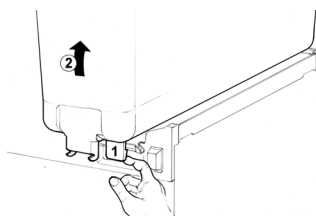

figure 1
**2** Enlever le réservoir vide en le levant du côté antérieur et en le défilant de son joint (voir figure 1).